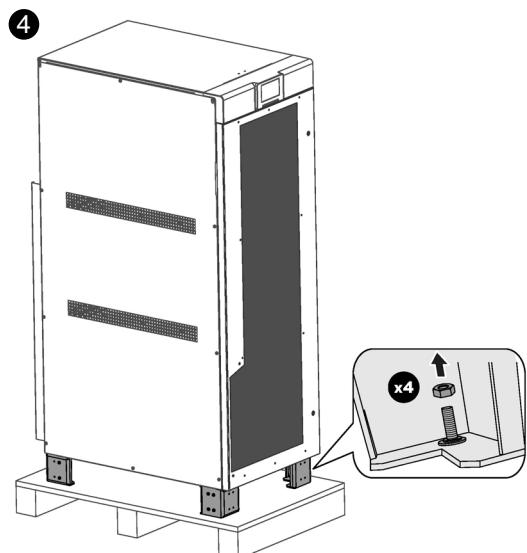

Fig. 31. Liberación del equipo del palet.
- 4 Desatornillar los 4 tornillos ubicados en la parte interna de cada una de las 4 patas. El equipo quedará liberado de su palet y listo para su traslado (*Fig. 31*).